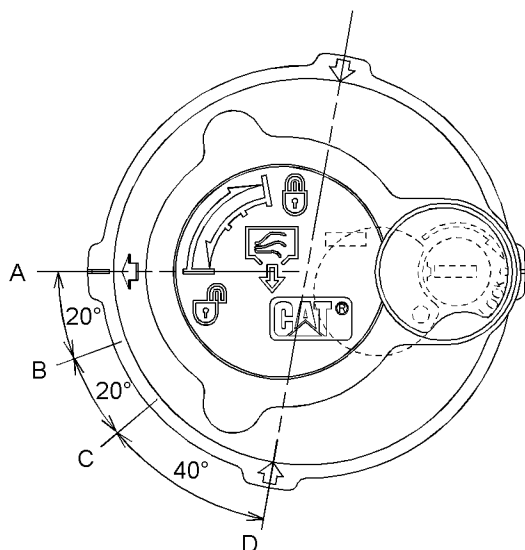

Fig. 442
- (A) Stillingen LÅS
- (B) Stillingen TRYKUDLIGNING - START
- (C) Stillingen TRYKUDLIGNING - SLUT
- (D) Stillingen ÅBEN
6. Aflast det tryk, der kan findes i returhydraulikkredsløbet, ved hjælp af følgende procedure. Se fig. 442 for at få vist påfyldningsdækslets positioner.
- a. Drej påfyldningsdækslet mod uret, uden at påføre nedadgående tryk, og flyt pilen fra position (A) til position (B).
- b. Aflast trykket i mindst 45 sekunder ved at flytte pilen fra position (B) til position (C).
- c. Tryk ned på midten af påfyldningsdækslet. Uden at vippe påfyldningsdækslet flyttes pilen fra position (C) til position (D).
- e. Spænd påfyldningsdækslet fast på hydrauliktanken til position (A).